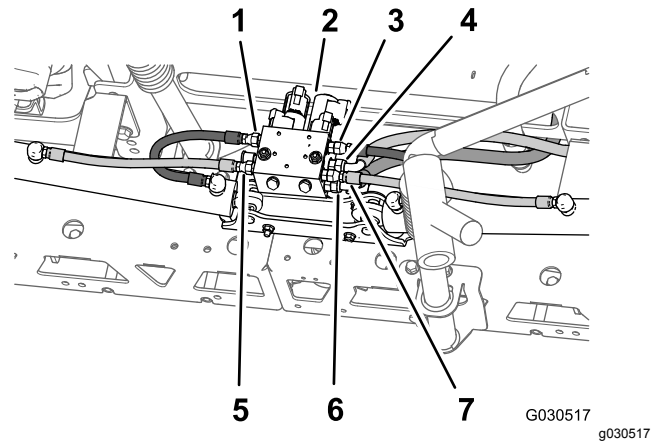

Figura 71
2. En la parte trasera de la máquina, retire las mangueras hidráulicas que van del distribuidor de elevación de los brazos al cilindro hidráulico (Figura 71).